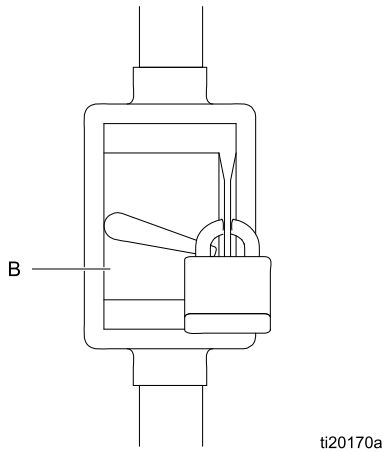

Figure 2 Verriegelter, abgesicherter Sicherheitsschalter mit Sicherung
1. Sicherstellen, dass der Sicherheitsschalter mit Sicherung (B, Abb. 2) ausgeschaltet und abgesichert ist.